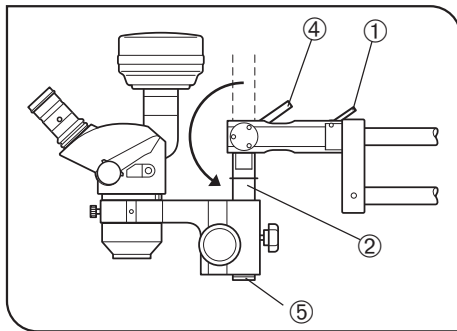

Fig. 23
- b. Afloje la palanca de fijación de inclinación ④ y coloque el eje de montaje ② de forma que quede mirando hacia abajo. (Fig. 23)
- c. Extraiga el tornillo antivuelco ⑤ del cuerpo del microscopio y monte el brazo del soporte SZ2-STS del SZX o el cuerpo del microscopio SZX. (Fig. 23)
- d. Después de montar el cuerpo del microscopio, asegúrese de montar el tornillo antivuelco del cuerpo del microscopio ⑤. (Fig. 23)